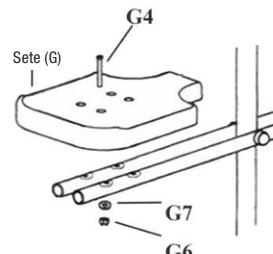

Fig 15
11.Monter de to setene (G) på dobbelthusken med 39 mm unbrakobolt (G4), M6 skiver (G7) og M6 hettemuttere (G6). Stram alle muttere. Se fig. 15.